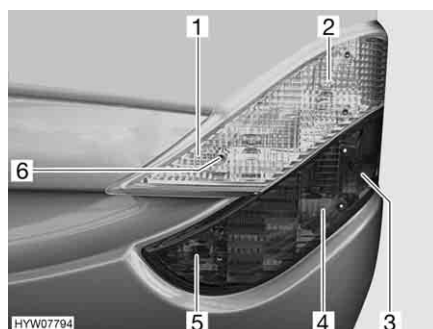

Bild 229 Beleuchtung Heck (Vorderseite)
- Sechs Innensechskantschrauben (Bild 229,6) lösen.